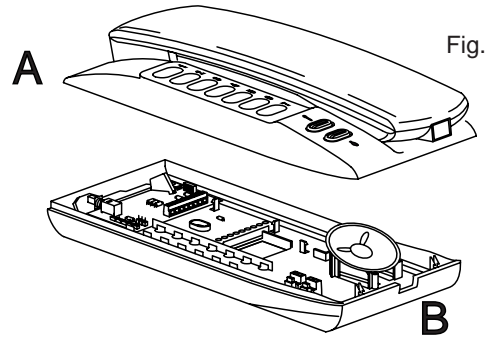

Fig. 4
- Fig. 4 - Inserire il fondo del citofono sulla parte sinistra della staffa infilandolo nelle apposite sedi e tirandolo verso il basso fino al suo completo bloccaggio.
- Fig.4 - Monter la base (ou socle) du poste sur la partie gauche de la plaque en la fixant sur les supports ad hoc (crochets de suspension) et en la tirant vers le bas jusqu'en butée. Effectuer les branchements sur les bornes du poste et sur le bornier situé sur la partie droite de la plaque pour le branchement du moniteur. Insérer le câble à 3 pôles fourni avec le moniteur en le reliant d'une part au connecteur situé sur le poste dénommé "CN2" et de l'autre au connecteur "CN2" implanté dans le bornier fixé à la plaque en regard du moniteur (voir détail C). Ensuite, insérer le connecteur "B" du moniteur dans le support ad hoc (CN1) situé dans le bornier de la plaque.
- Fig. 4 - Insertar el fondo del interfono en la parte izquierda del soporte insertándolo en los asientos apropiados y jalándolo hacia abajo hasta su completa sujeción.